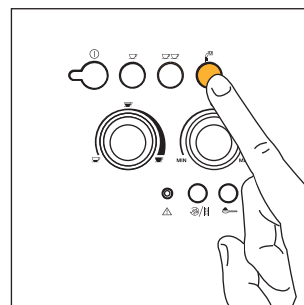

Fig.21
- Prima a tecla ☞ (fig. 21). A luz ☞ acende-se para indicar que a função foi seleccionada.
- Prima a tecla ☞ (fig. 21). (Recomendamos que não ejecte água quente durante mais de 2 minutos consecutivos).